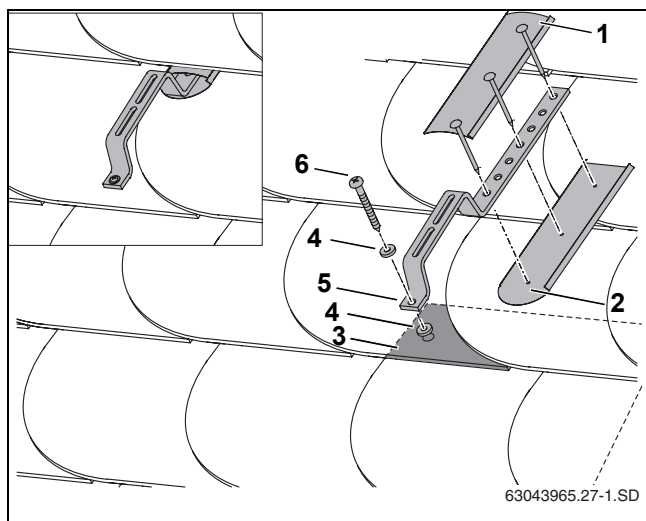

Fig. 25 Montaj pe un acoperiș cu ardezie/șindrilă
Imaginea vă oferă drept exemplu montajul unui cârlig special de acoperiș și al învelirii impermeabile cu table care trebuie fixate la fața locului (Fig. 25, [1] și [2]) pe baza învelitorii din ardezie/șindrilă.
- ▶ Montați cârligul special de acoperiș (Fig. 25, [5]) și garnitura (Fig. 25, [4]) cu șurub (Fig. 25, [6]) pe învelitoarea din ardezie/șindrilă.
- ▶ Pentru a vă asigura că montajul este hidrofug, trebuie să se instaleze la fața locului table deasupra și sub cârligele de acoperiș speciale (Fig. 25, [1] și [2]).
Cârligul special de acoperiș trebuie să se sprijine anterior pe un strat de acoperire multiplu (Fig. 25, [3]).